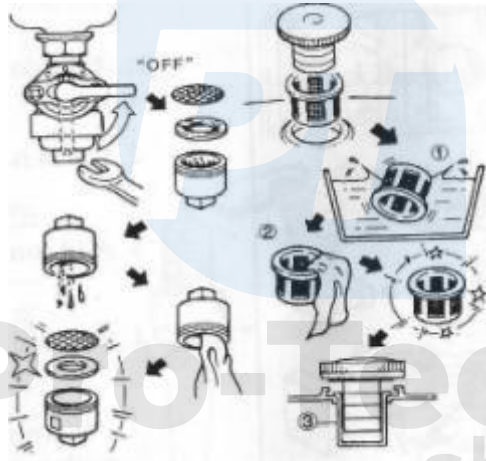

Figura 21)
3. Curățați-l prin spălare în solvent (figura 21).